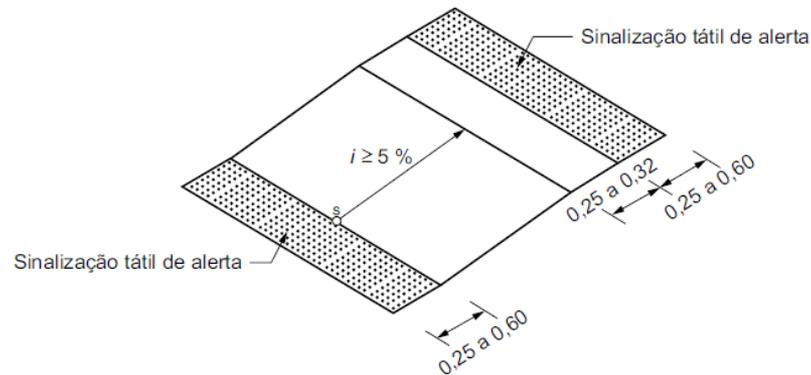

Figura 14 – Rampas fixas com $i \geq 5\%$
6.4.4 A sinalização tátil de alerta deve medir entre 0,25 m e 0,60 m na base e no topo de rampas, com inclinação $i \geq 5\%$. Na base não pode haver afastamento entre a sinalização tátil e o início do declive. No topo, a sinalização tátil pode afastar-se de 0,25 m a 0,32 m do início do declive, conforme a Figura 14. Rampas com $i < 5\%$ não precisam ser sinalizadas.